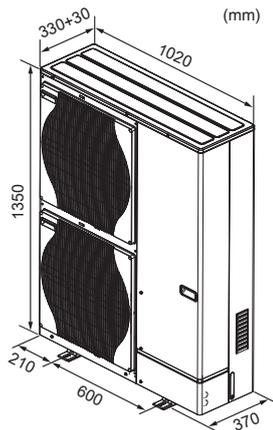

Fig. 2-2
2.2. Dimensiuni exterioare (Unitatea exterioară) (Fig. 2-2)